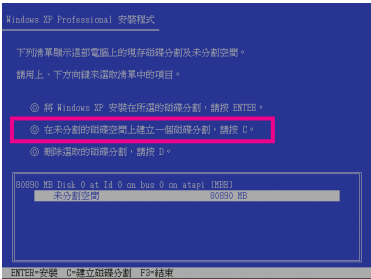
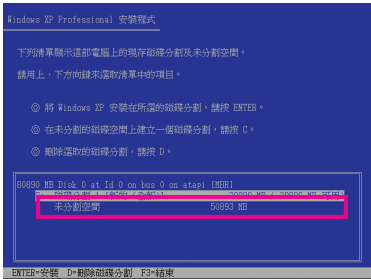

图1
图2
- 2. 规划硬盘分区时(图1)，需保留一个未分区(未配置)空间供一键还原 (Xpress Recovery2) 使用，建议该空间至少为10 GB以上，实际情况视系统实际数据量大小而定。(图2)